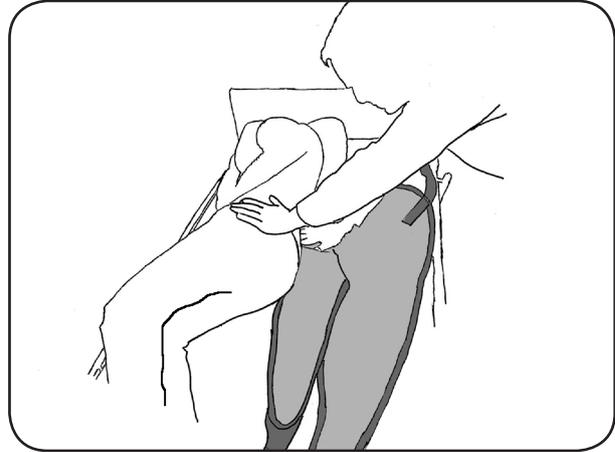

Abb. 8.2.01 - Liftergurt hinter dem Rücken des Patienten positioniert
5. Falten Sie den Liftergurt in der Hälfte zusammen und legen Sie ihn hinter den Rücken des Patienten. Dabei soll die Unterkante in Höhe des Steißbeines des Patienten liegen (Abb. 8.2.01).